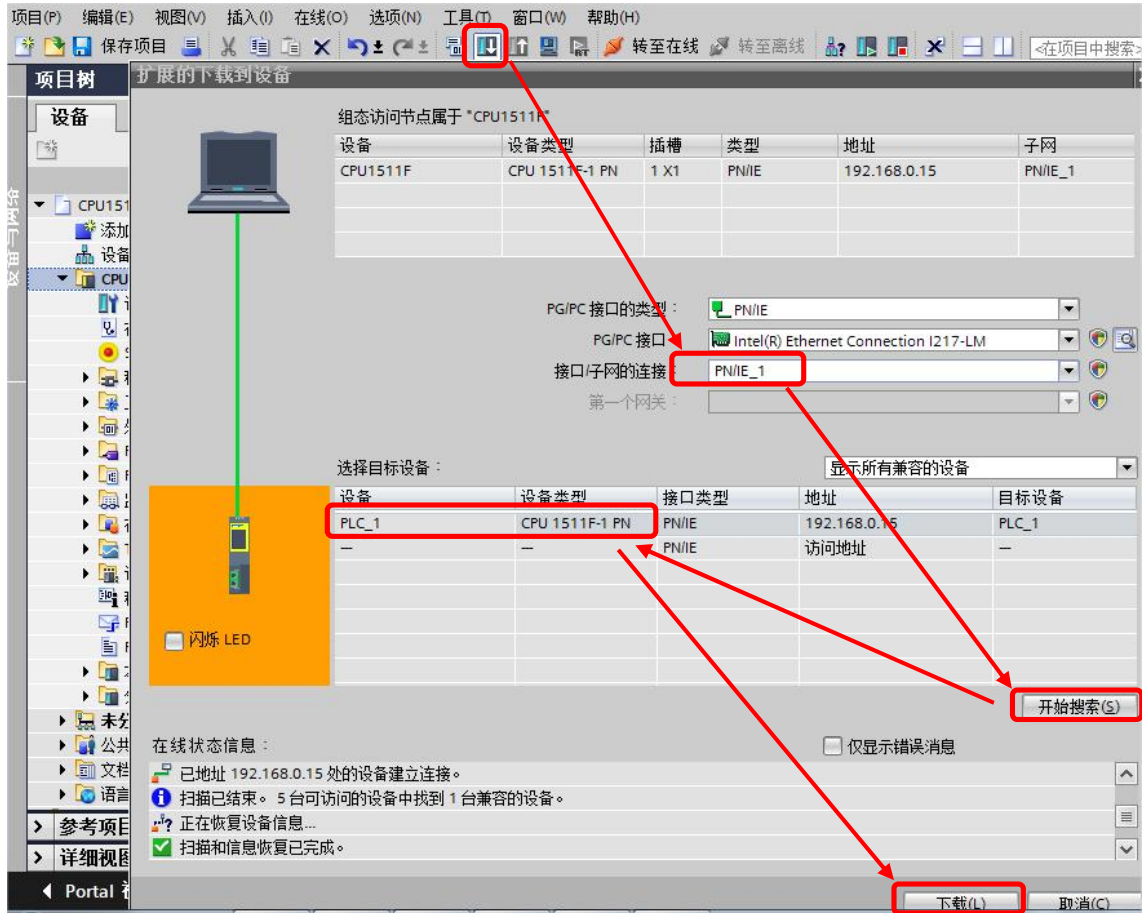

图 2-10 编译并下载硬件组态
- 8) 至此硬件组态已完成，选中 CPU1511F，点击“编译”按钮，无报错后点击“下载”按钮，在弹出的“扩展的下载到设备”窗口中，选择“接口/子网的连接”类型为 PN/IE_1，点击“开始搜索”按钮，在“选择目标设备”中选中已找到设备，点击“下载”按钮进行硬件组态下载，如图 2-10 所示。